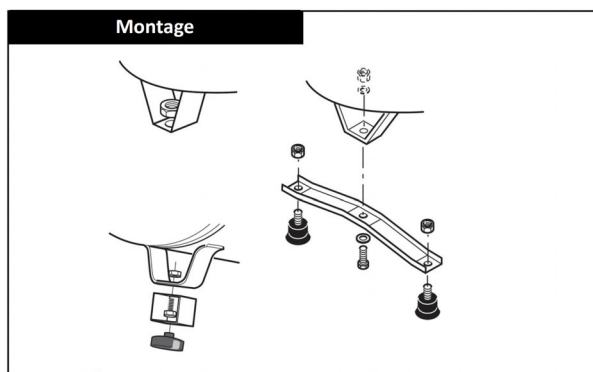

Abb. 3: Montage der Schwingungsschutzelemente
Schritt 3: Montieren Sie gegebenenfalls zuerst die Schwingungsschutzelemente (Abb.3).